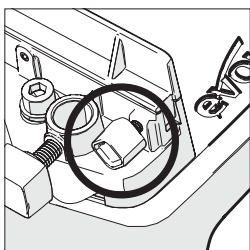

Fig. 5
- Afloje el tornillo de mariposa (**Fig. 5**).